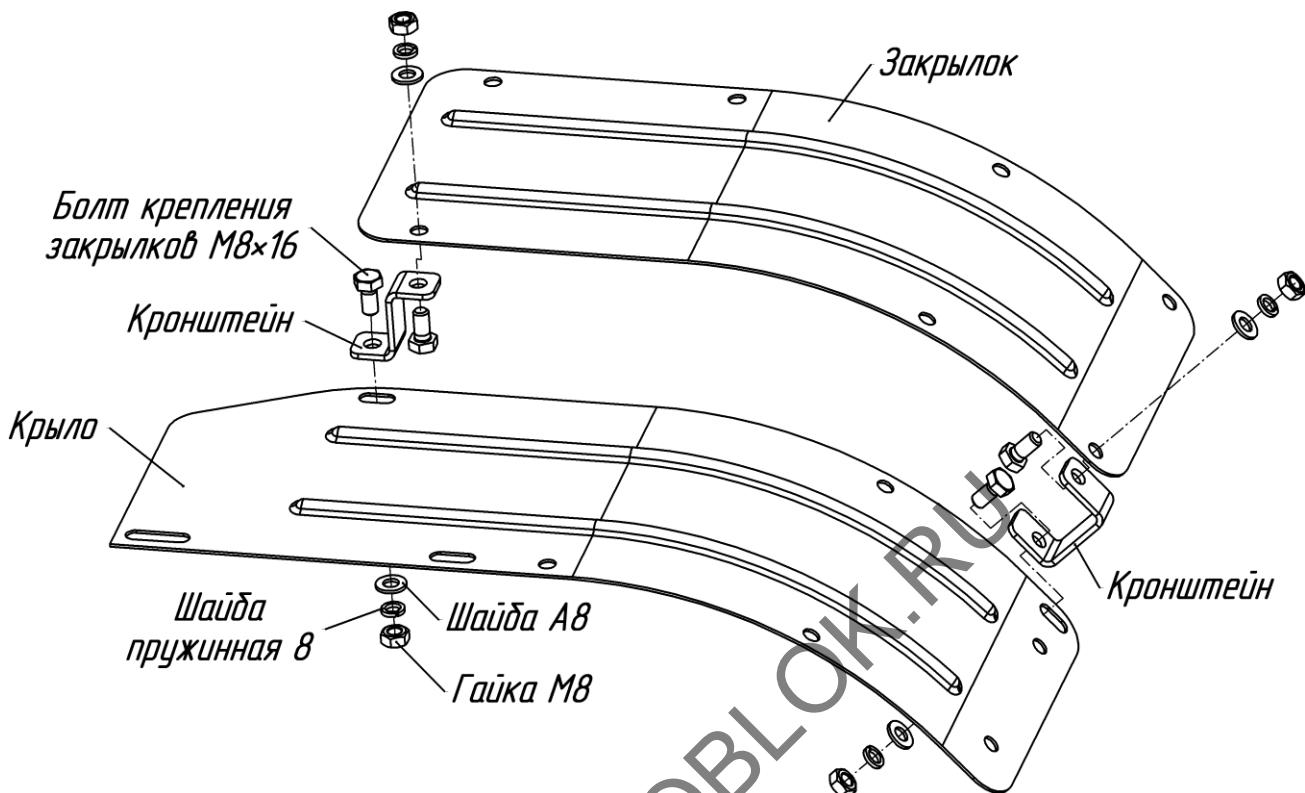

Рис.10 Схема крепления закрылков (дополнительных крыльев)
29. Защитные устройства и щитки должны быть установлены на соответствующие места и надежно закреплены с помощью исправного стандартного инструмента (рис.10).
10. При работе с фрезами-культиваторами необходимо установить закрылки (рис.10).